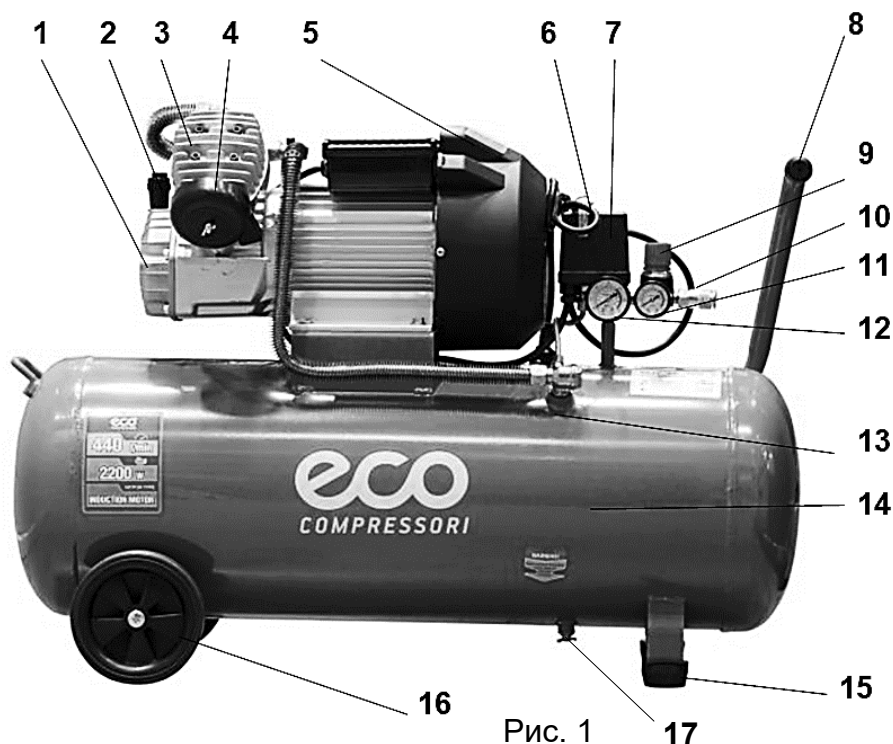
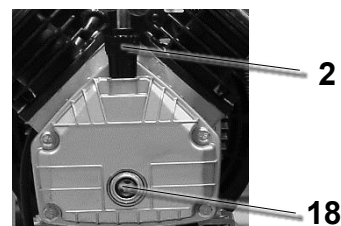

Рис. 1
Рис. 3
- Установите пробку со встроенным сапуном 2 (рис.1 и 2) маслозаливной горловины.
- Проверьте уровень масла. Он должен быть на уровне верхней кромки "красной точки" контрольного глазка 18 (рис.3) или чуть выше его. При необходимости долейте масла, сняв пробку 2 (рис.1 и 2) маслозаливной горловины на крышке картера. Помните, что после первых 30 часов работы следует полностью заменить масло одним из типов, в указанных в таблице (п.5.4).
Убедитесь, что на компрессоре установлено защитное ограждение и выключатель 6 на Прессостате 7 находится в выключенном положении (см. рис.1).
После завершения вышеперечисленных операций компрессор готов к эксплуатации. Проверьте, чтобы переключатель 6 на прессостате 7 (рис.1) находился в положении «OFF».
При первом запуске компрессора, оставьте его поработать на время приблизительно 5 минут с полностью открытыми кранами выпуска воздуха. По истечении этого времени, закройте кран и проверьте, чтобы компрессор нагнетал воздух в ресивер 14 (рис.1) и останавливался автоматически по достижении максимального давления, указанного на компрессоре, а также на индикаторе манометра.
**ВНИМАНИЕ!** Реле давления (прессостат) 7 (рис.1) отрегулировано изготовителем, и не должно подвергаться регулировкам со стороны пользователя.
При помощи регулятора давления 9 (рис.1 и 4), установите требуемое значение: при повороте ручки по часовой стрелке давление увеличивается, при повороте против часовой стрелки — уменьшается.
Значение давления выводится на манометр 11 (рис.1 и 4).
Отсоедините пробку маслозаливной горловины 2 (рис.1 и 2) и, воспользовавшись специальным приспособлением (шприц маслозаливной), откачайте масло.
Установите пробку маслозаливной горловины 2 (рис.1 и 2) на прежнее место.